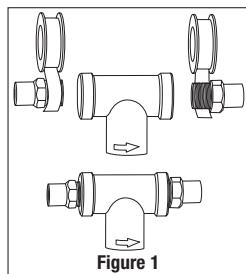

Figure 1
1. Enrouler du ruban de PTFE autour des raccordements filetés des adaptateurs et visser aux deux extrémités de la tête de la cartouche. **Ne pas utiliser de garniture d'étanchéité ni d'enduit d'enrobage, car ils contiennent des solvants qui peuvent endommager les raccordements.** (figure 1).